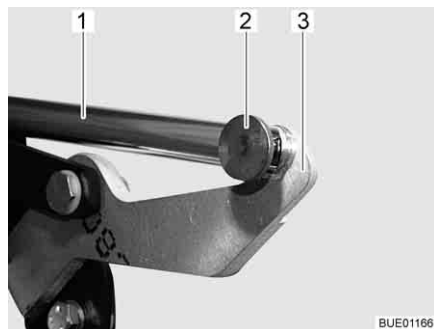

Fig. 129 Azionamento
- Rimuovere il collegamento (p. es. copiglia e perno) (Fig. 129,2) tra la biella (Fig. 129,1) e la leva (Fig. 129,3).